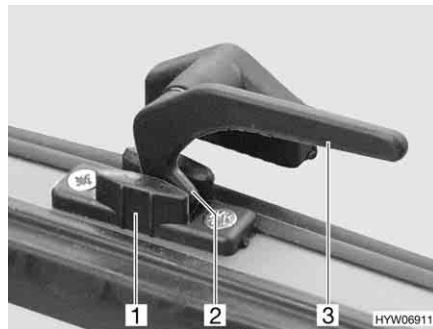

Fig. 58 Leva di serraggio in posizione "Aerazione continua"
- In posizione di "Aerazione continua" (Fig. 58)
- Ruotare la leva di serraggio (Fig. 58,3) di un quarto di giro verso il centro della finestra.
- Girare nuovamente all'indietro la leva di serraggio. Riportare contemporaneamente il nasello di chiusura (Fig. 58,2) nella rientranza della chiusura della finestra (Fig. 58,1).